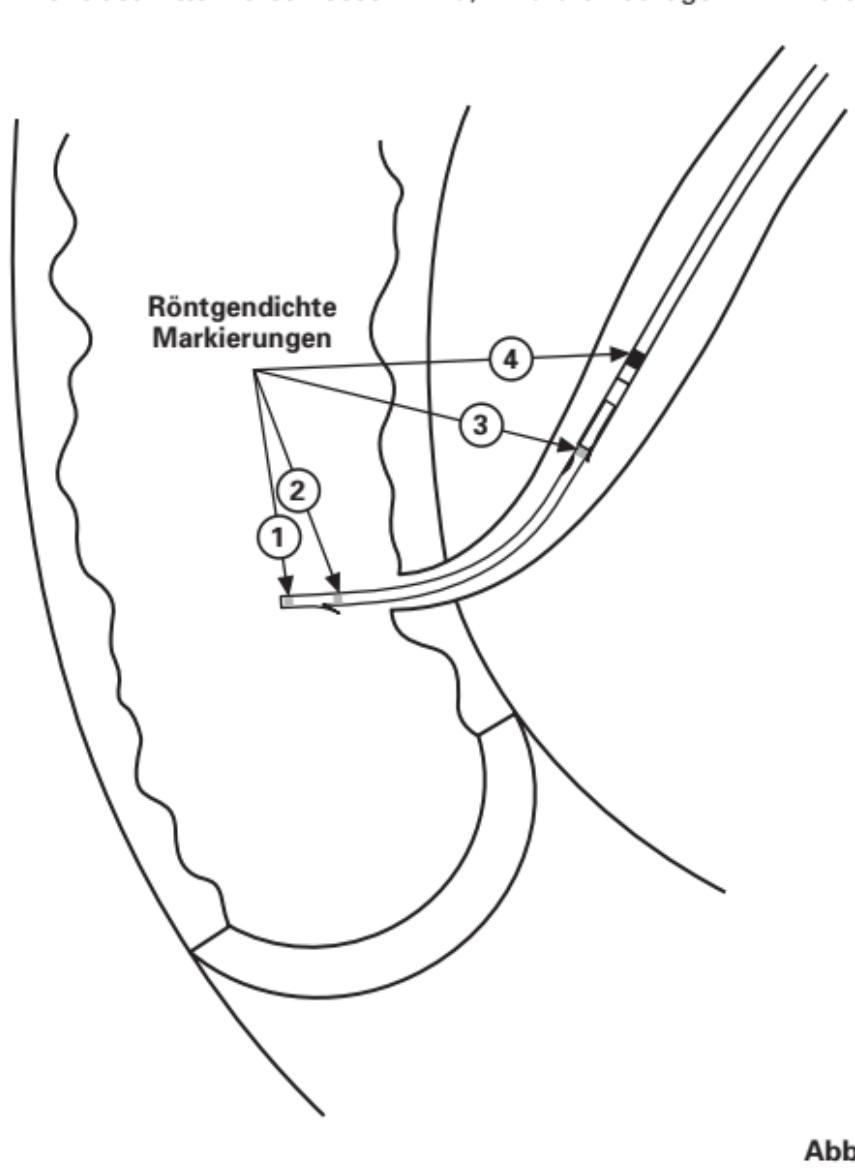

Abb. 3
13. Bei der Einführung des Stentsystems kann der Chirurg die vier röntgendiffundenen Markierungen unter Durchleuchtung verfolgen. Der Seitenanschluss kann jederzeit zur Injektion von Kontrastmittel eingesetzt werden, wenn die Sicht verbessert werden muss. (Abb. 3)
14. Die erste röntgendichte Markierung (1) befindet sich an der distalen Spitze der Innenschleuse und markiert die Position der distalen Stentspitze.
15. Die zweite Markierung (2) befindet sich in einer Position, die dem distalen Flügel des Stents entspricht und zeigt die korrekte Position des Stents in der Ampulla an. Wenn diese Markierung sich im Duodenum befindet, kann der Chirurg sicher sein, dass der Stent in der Ampulla abgesetzt werden wird, und dass sich der distale Flügel im Duodenum und der proximale Flügel im Gallengang befindet.
16. Die dritte Markierung (3) gibt die Position des proximalen Flügels an, sodass der Chirurg vor dem Absetzen die Position beider Flügel kennt. Diese Markierung sollte über der Ampulla gehalten werden, um zu vermeiden, dass der Stent zu niedrig im Gallengang abgesetzt wird.
17. Die vierte Markierung (4) ist die größte und steht für die distale Spitze des Stenthalters (c), gegen den das Absetzen erfolgt.